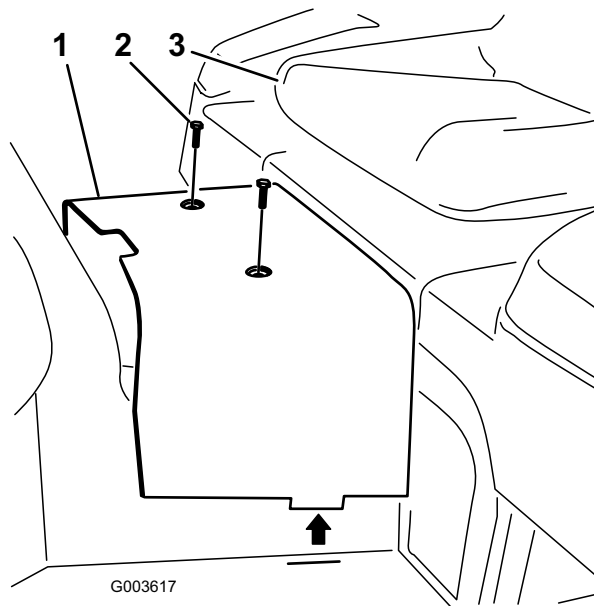

図 2
4. センター・シュラウドをフレームに固定しているソケット・ヘッド・ネジを外す（図2）。シュラウドを取り外して保管する。